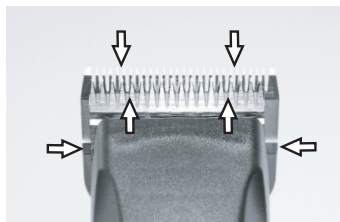

Fig. 24
För att uppnå ett bra klippresultat och för att öka klippers och klipphuvudets livslängd måste du lägga på en tunn oljefilm mellan över- och underskåret (Fig. 24).
- ▶ Smörj skären tillräckligt mycket under klippningen (minst var femtonde minut), så att de inte torkar (Fig. 24).
Skären måste smörjas före, under och efter varje användning. När klippers skär lämnar ränder eller går med lägre hastighet är det ett tecken på att det behövs olja. Lägga några droppar olja fram på och tvärs över klippskären (se pilarna i fig. 24). Torka bort överskottsolja med en mjuk, torr trasa. Smörjsprayer innehåller inte tillräckligt mycket olja för att smörjningen ska bli bra, men kyler skären. Byt omedelbart skadade eller slöa skär för att undvika skador.